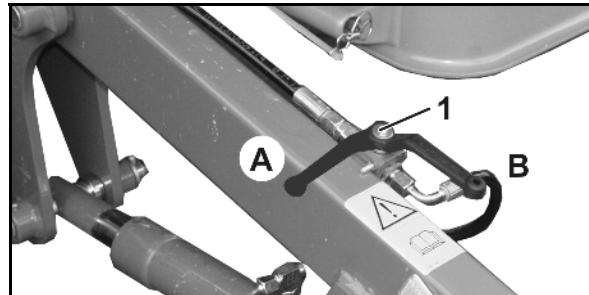

Рис. 103
- Откройте запорный кран "Высота выравнивателя" (Рис. 103/1) (B).
- Держите шаровой кран (Рис. 103/1) в положении **B**,